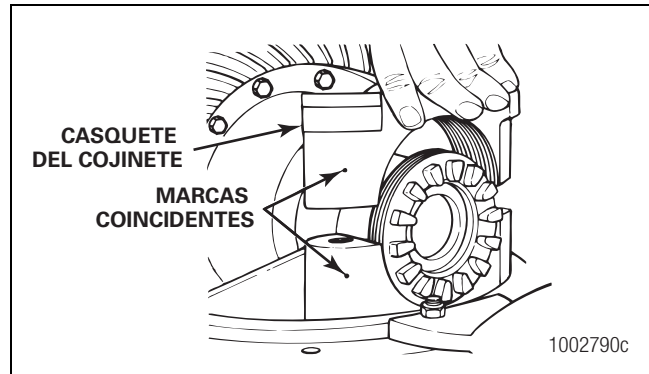

Figura 5.52
- Instale los casquetes de cojinetes sobre los cojinetes y los anillos de ajuste. Alinee las marcas de coincidencia que hizo antes de retirar los casquetes. Figura 5.52.